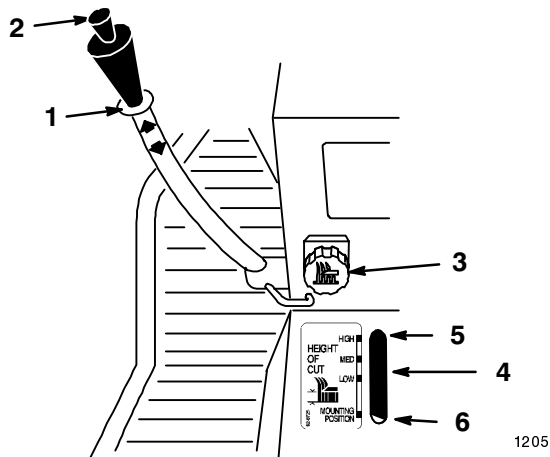

Bild 11
Mit dem Hubhebel (Bild 11) für Anbaugeräte heben und senken Sie diverse Geräte, die an den Traktor angebaut werden können.
Mit dem Höheneinstellschalter (Bild 11) lässt sich die Bewegung der montierten Geräte einschränken. Das Höheneinstellrad wird zum Verändern der Position, d.h. auf oder ab gedreht.
1. Anheben des Gerätehubhebels, siehe Anheben von Geräten. In der angehobenen Stellung lässt sich das Höheneinstellrad (Bild 11) zum Verändern der Anschlagposition drehen. Drehen Sie den Schalter im Uhrzeigersinn, um die Gerätehöhe anzuheben und entgegen dem Uhrzeigersinn, um sie zu reduzieren.
2. Die Veränderung der eingestellten Höhe wird von der Höheneinstellanzeige angegeben (Bild 11).